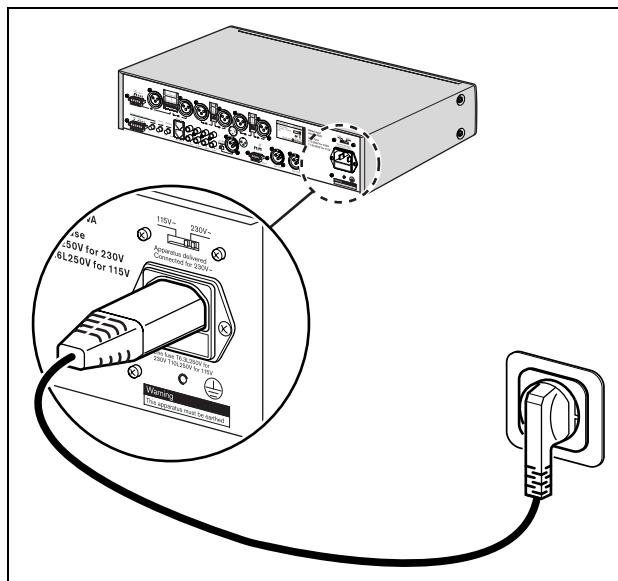

рисунок 3.2: Подключение питания и переключатель напряжения
- 1 Проверьте, чтобы переключатель напряжения (115V/ 230V) был установлен в соответствии с напряжением в сети, принятом в вашей стране (см. рисунок 3.2).